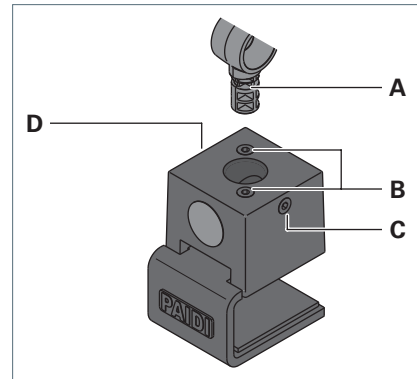

Fig. 1: Montieren.
- Fixieren Sie die Tischklemme mit den Schrauben **B** an der Montageoberfläche, siehe Fig. 1.